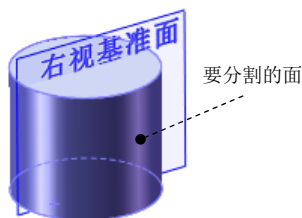

图 5.2.11 定义分割面
Step5. 定义分割面。选取图 5.2.11 所示的曲面为要分割的面。